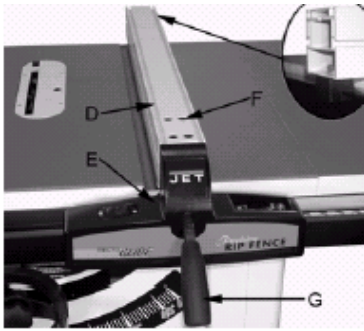

Рис. 5
Закрепите рейку упора (D, Рис. 5) с помощью 4-х винтов M8 x 16 (F) с внутренними шестигранниками на корпусе упора.